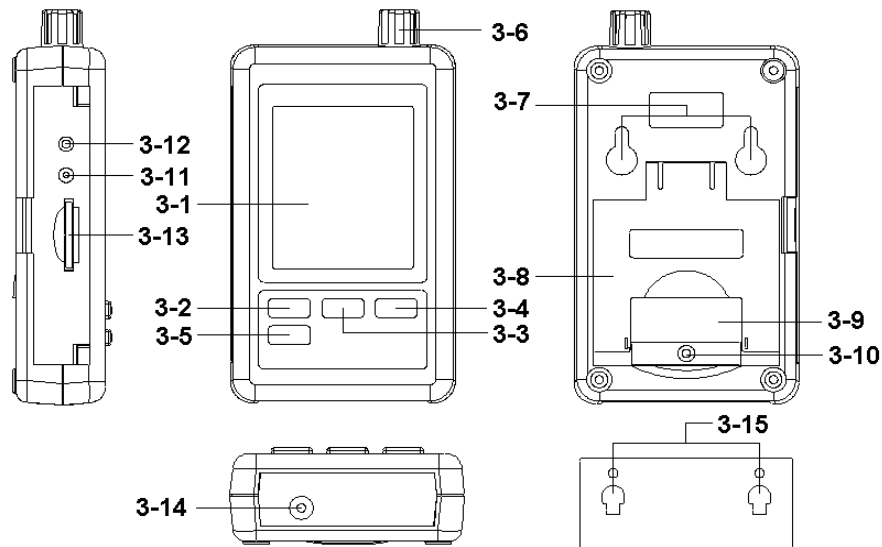

Fig. 1
- * Suelte los tornillos de la tapa de la batería (3-10, Fig. 1) y retire la "tapa de la batería" (3-9, Fig. 1) del medidor.
- 2) La "Pantalla" (3-1, Fig. 1) mostrará tanto la humedad y la temperatura como el valor del barómetro. (3-6, Fig. 1).
Prepare una "tarjeta de memoria SD" (1 GB hasta 16 GB, opcional), inserte la tarjeta SD en la ranura de la tarjeta (3-13, Fig. 1) con la dirección correcta.
Presione el botón " Logger" (3-2, Fig. 1) > 2 segundos continuamente, hasta que en la pantalla aparezca el indicador
"DATALOGGER", suelte el botón " Logger " (3-2, Fig. 1), y los datos de medición con la información del tiempo se guardarán en la memoria del circuito.
Durante la función del Datalogger (la pantalla muestra el indicador "Datalogger"), presione el botón Logger (3-2, Fig. 1) > continuamente durante dos segundos hasta que el indicador de la pantalla " DATALOGGER " desaparezca, suelte el botón "Logger" para terminar con la función de Datalogger.
Presione el botón " Tiempo " (3-3, Fig. 1) > continuamente durante 2 segundos y la pantalla LCD mostrará la información del Año/Mes/Fecha, Hora/Minuto/Segundo y el valor de muestra.
- 1) Después de ejecutar la función de Data logger, retire la tarjeta SD de la "Ranura de la tarjeta" (3-13, Fig. 1).